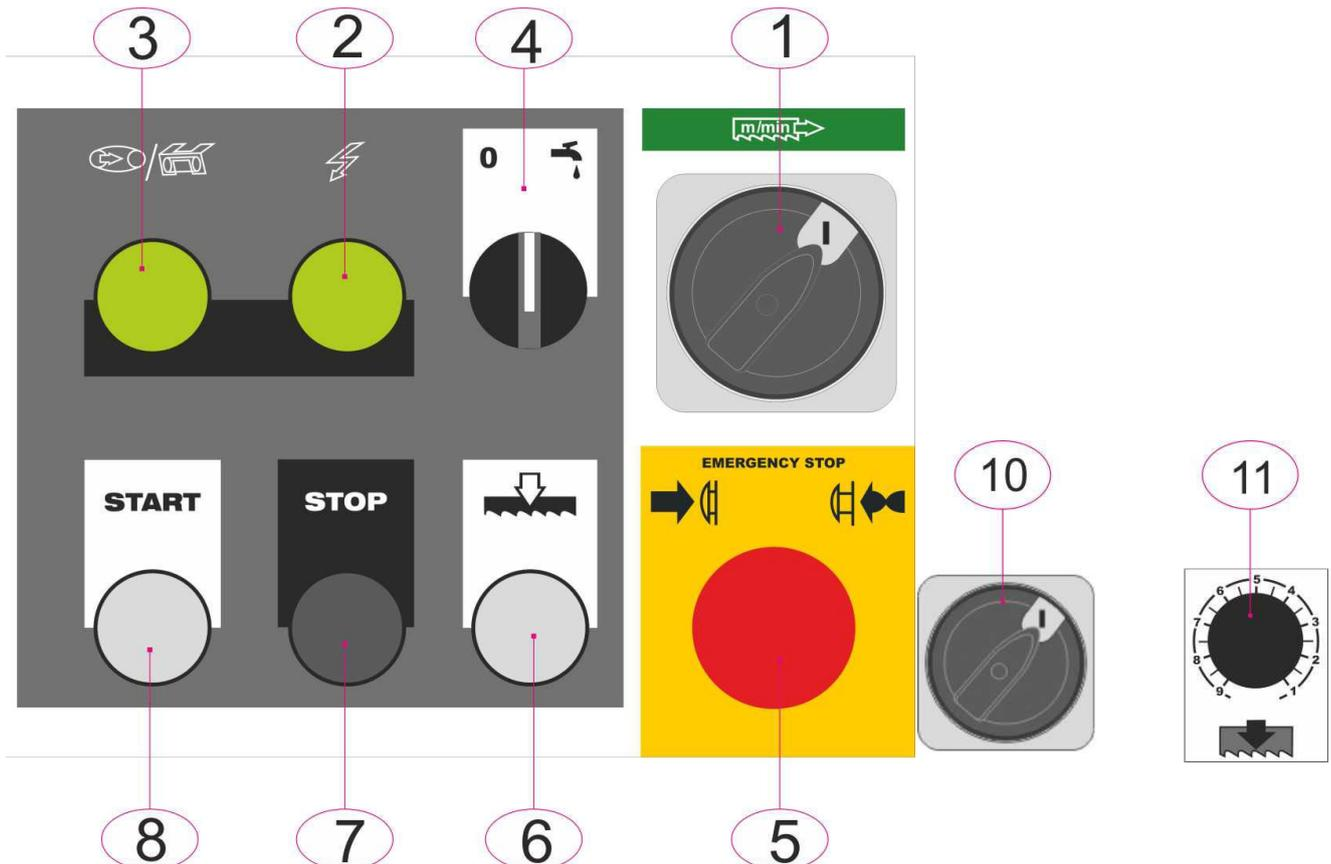

Abb. 6-1: Bedienpanel (Abbildung ähnlich!)
- Den Hauptschalter (Pos. 10, Abb. 6-1) auf die Position 1 stellen.
- Drücken Sie die Armabwärts-Taste (Pos.6, Abb. 6-1), um den Arm ca. 1 cm über das Material zu bewegen. Die Geschwindigkeit der Armbewegung wird über die Vorschubregulierung (Pos. 11, Abb. 6-1) gesteuert. *Vor dem Drücken der Armabwärts-Taste (Pos.7) den Druckregler auf Position „MIN“ stellen!*